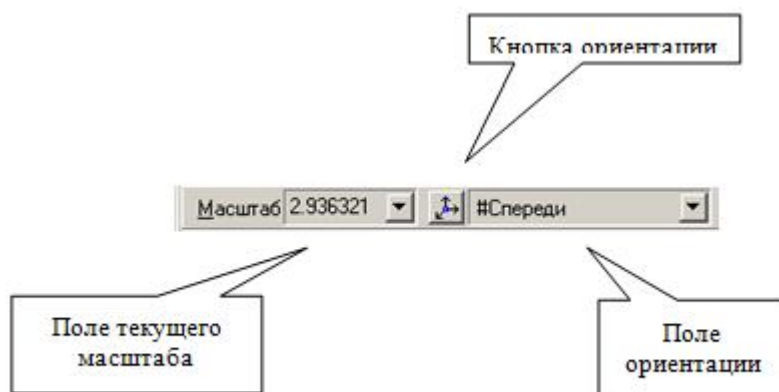

Рисунок 1.3 – Панель ориентации
**Строка текущего состояния** находится над **Строкой сообщений**, её содержание зависит от режима построения модели (рис. 1.3).